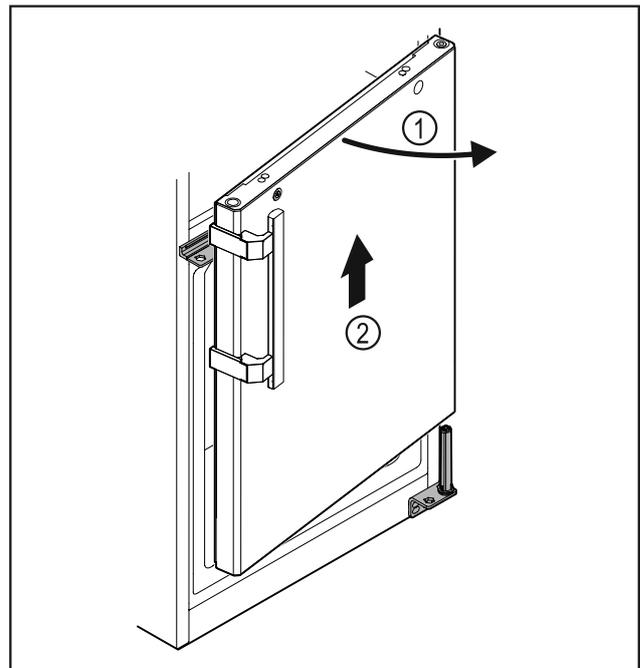

Fig. 33
- ▶ 略微打开冰箱门 Fig. 33 (1), 笔直向上提升大约 200 mm 并取下 Fig. 33 (2)。